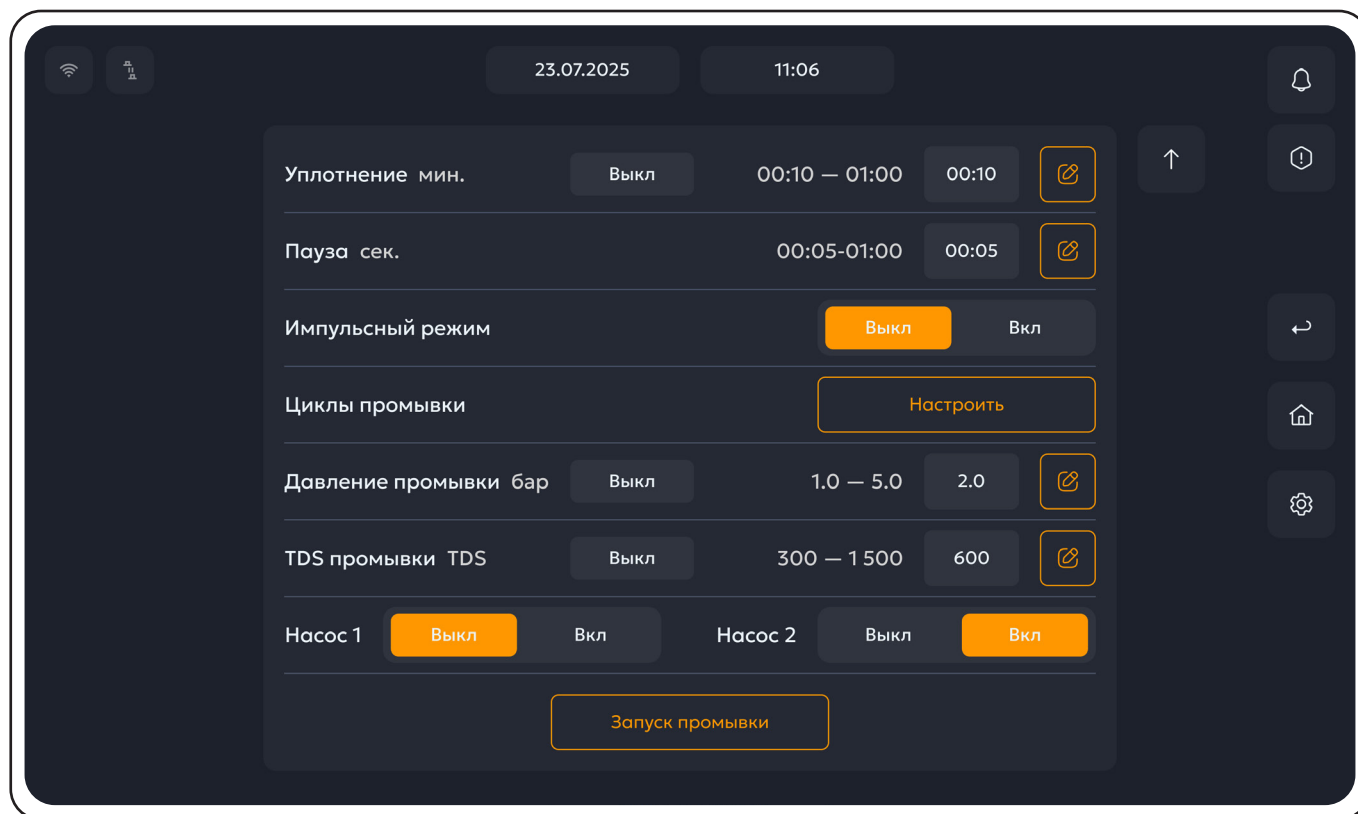

Рисунок 55. Меню пункта **Автоматическая промывка**, страница 2.
1. Кнопкой "**Вниз**" перейти на следующую страницу (рис.55);
1. Кнопкой **"Вниз"** перейти на следующую страницу (рис.55);
1. Находясь в меню пункта **"Сервис"**, кнопкой **"Вниз"** перейти на следующую страницу (рис.55);